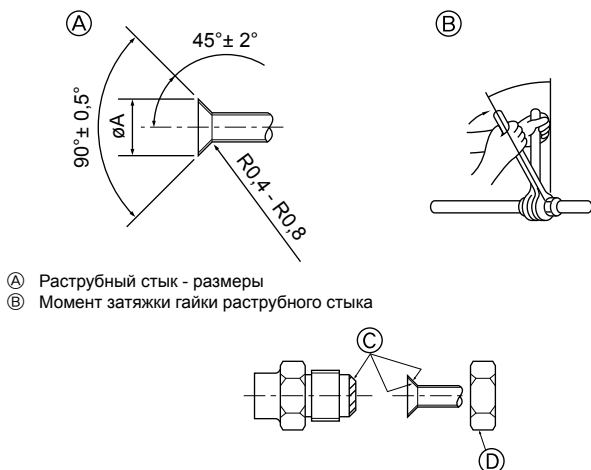

Fig. 4-2
А (Fig. 4-2)
Б (Fig. 4-2)
4.2. Соединение труб (Fig. 4-2)